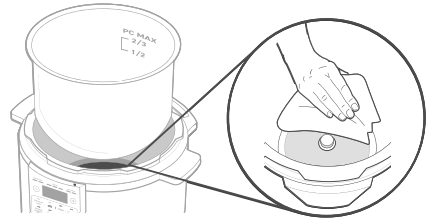

Abbildung 2.2
5. Entfernen Sie den Innentopf. Wischen Sie das Heizelement mit einem weichen, trockenen Tuch ab, um sicherzustellen, dass es frei von Verunreinigungen ist. **[Abbildung 2.2]**